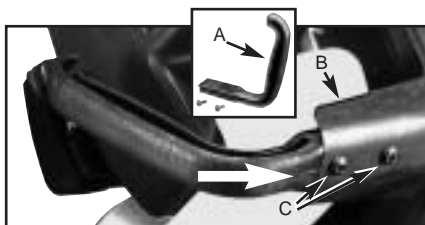

Fig. 4-4A
1. Slide handle (A) into the groove in the housing (B). Secure with the two screws (C) (Figure 4-4A).
1. Glisser la poignée (A) dans la gorge du carter (B). Le faire tenir avec deux vis (C) (Figure 4-4A).